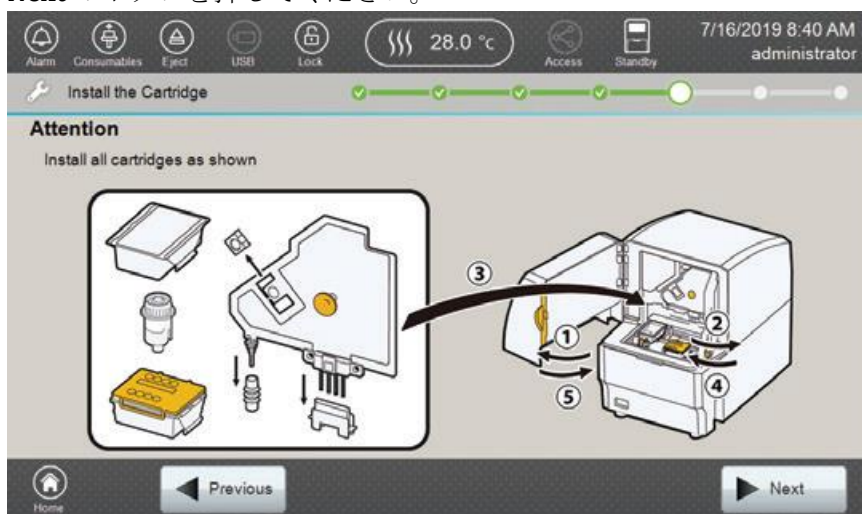

図 42 Install All Cartridges 画面
2. 画面上の手順に従って、それぞれの消耗品のバーコードをバーコードスキャナーで読み込んでください。Capillary Cartridge Information の画面の **Next** のボタンを押すと、ステータスインジケータが緑の点滅になると同時に Autosampler is moving. Do not open door という警告が表示されます。Install the Cartridge 画面（図 42）が表示されている時は、ステータスインジケータは緑の点灯に戻ります。
3. Install the Cartridge 画面（図 42）が表示されたらフロントドアを開けて全ての消耗品を装置にセットしてください。消耗品を個別に交換する場合は、セクション 3.2 の“それぞれの消耗品を個別に交換”を参照ください。
4. 全ての消耗品をセットしたら、装置のフロントドアを閉じてください。オートサンプラーがホームポジションに移動中は、ステータスインジケータがオレンジの点滅になります。ホームポジションへの移動が完了し、ステータスインジケータが緑の点灯になったら Install the Cartridge 画面（図 42）の **Next** のボタンを押してください。